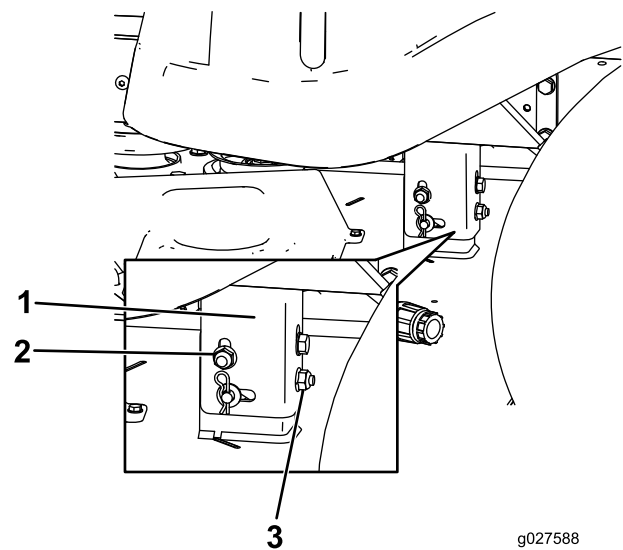

Bild 66
8. Drehen Sie die hintere Sicherungsmutter, um die linke Seite des Mähwerks anzuheben oder abzusenken (Bild 66).
Hinweis: Drehen Sie die hintere Sicherungsmutter nach rechts, um das Mähwerk anzuheben, oder nach links, um es abzusenken (Bild 66).